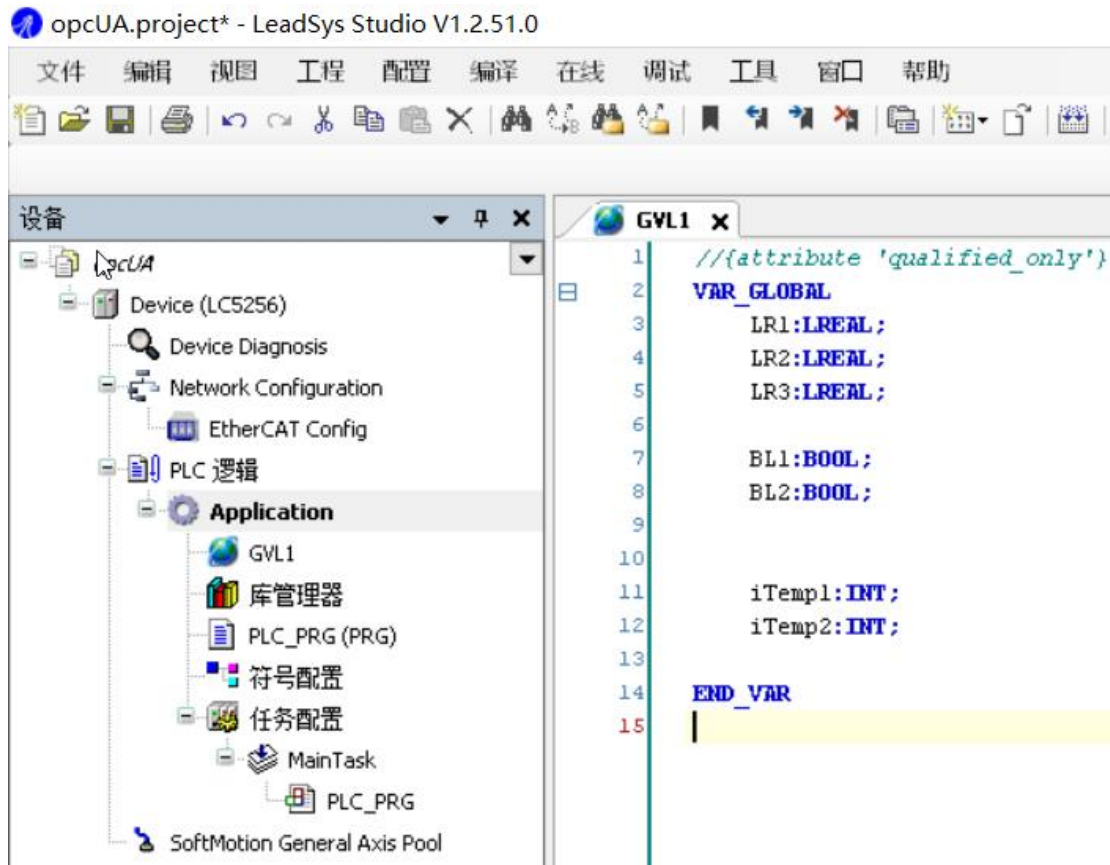

图 13.56 定义全局变量
- 1) 将需要进行 OPC 通信的变量定义在全局变量中，如图 13.56 所示。